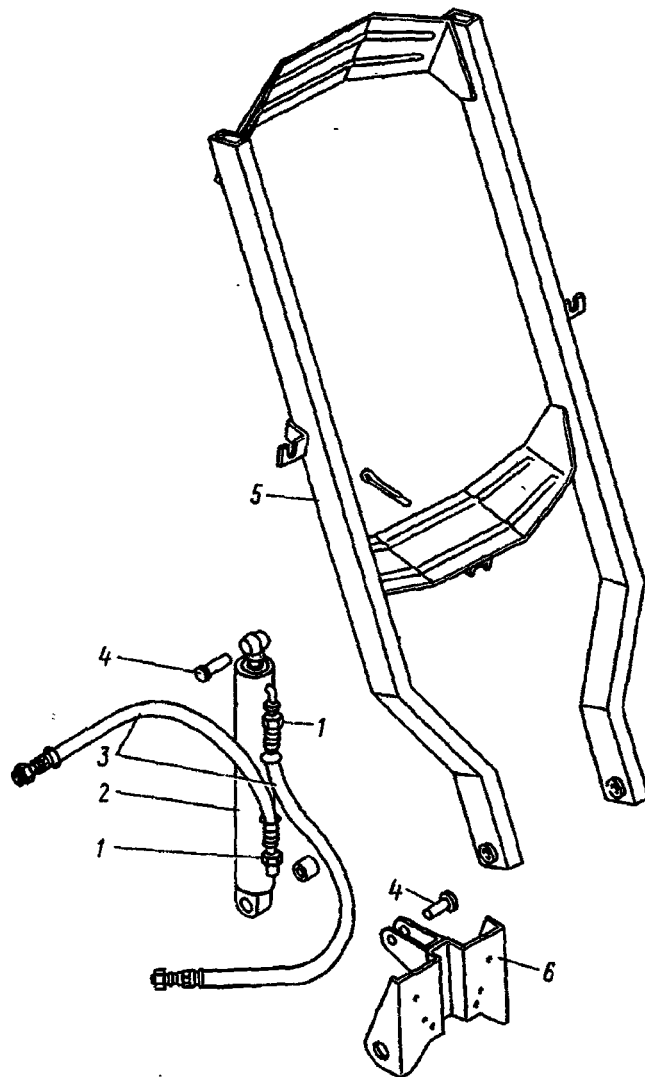

Рис. 71. Гидроцилиндр механизма подъема запасного колеса:
1. Снимите запасное колесо 2. Отверните накидные гайки 1 (рис. 71) и отсоедините шланги 3 от цилиндра 2. Слейте через шланги гидравлическую жидкость из бачка насоса подъема и опускания кабины, установите в шланги пробки	Ключ 24 мм, лопатка-вороток Ключи 19, 22 мм, посуда для жидкости, пробки